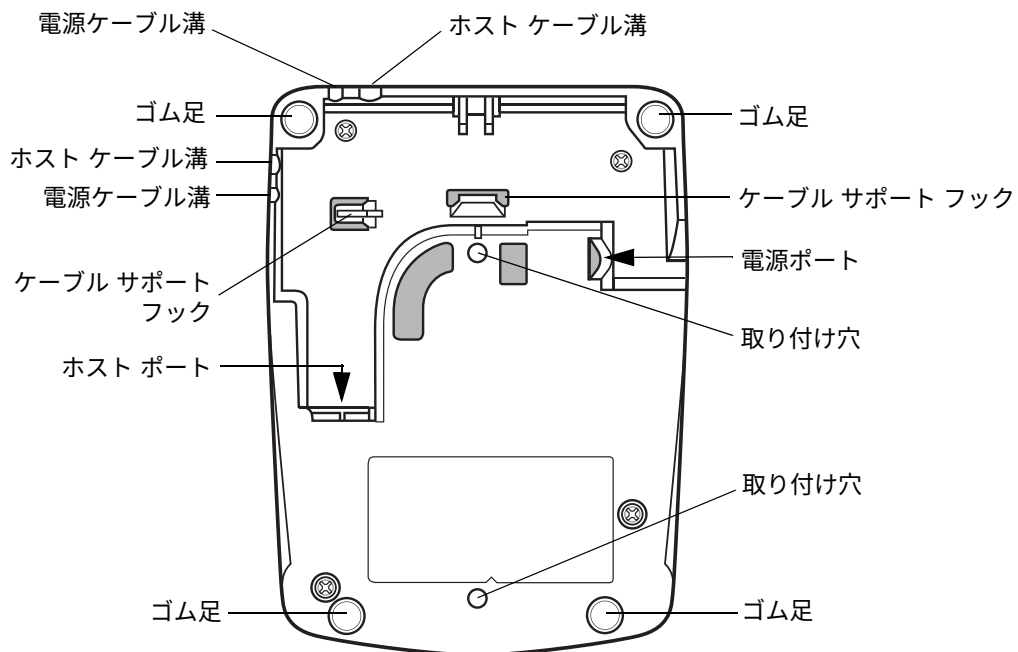

図 1-6 CR0078-P クレードル背面図
5. インタフェース ケーブルをケーブル用のフックに通し (1-6 ページの図 1-6 を参照)、ホスト ケーブルと電源ケーブルをそれぞれのケーブル溝に沿って配線します。